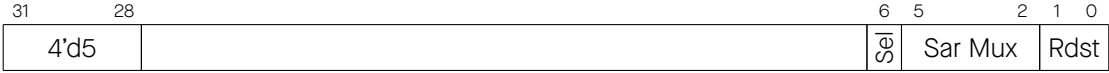

图 30-15. 指令类型 - ADC
**Operand**    **描述** - 见图 30-15